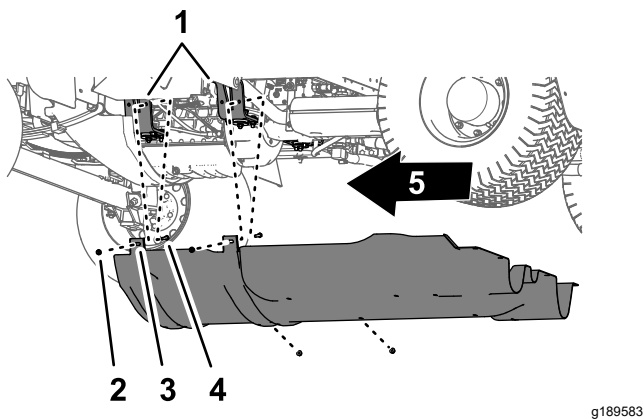

图 68
2. 从将起落架保护罩安装凸耳固定至机器发动机安装支架上的螺栓和起落架螺栓拧下 4 个凸缘锁紧螺母 5/16 英寸图 68。
4. 从机器上拆下底盘保护罩图 67 和 图 68。
1. 将起落架保护罩与机器的底部机箱对齐请参阅 拆下底盘保护罩 \(页码 45\) 的图 68。
2. 将起落架保护罩的安装凸耳滑动到机器发动机安装支架上的螺栓和托架螺栓上方请参阅 拆下底盘保护罩 \(页码 45\) 中的图 68。
3. 使用在 拆下底盘保护罩 \(页码 45\) 的步骤 2 中卸下的 4 个凸缘锁紧螺母5/16 英寸将起落架保护罩安装到发动机安装支架上图 68。